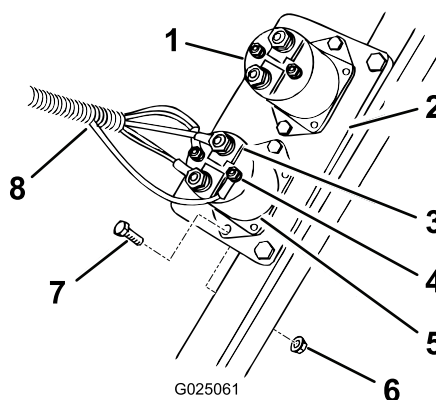

Рисунок 7
2. Установите электромагнит на имеющуюся пластину, используя 2 болта (№ 10 x 3/4 дюйма) и 2 гайки (№ 10), как показано на Рисунок 7.